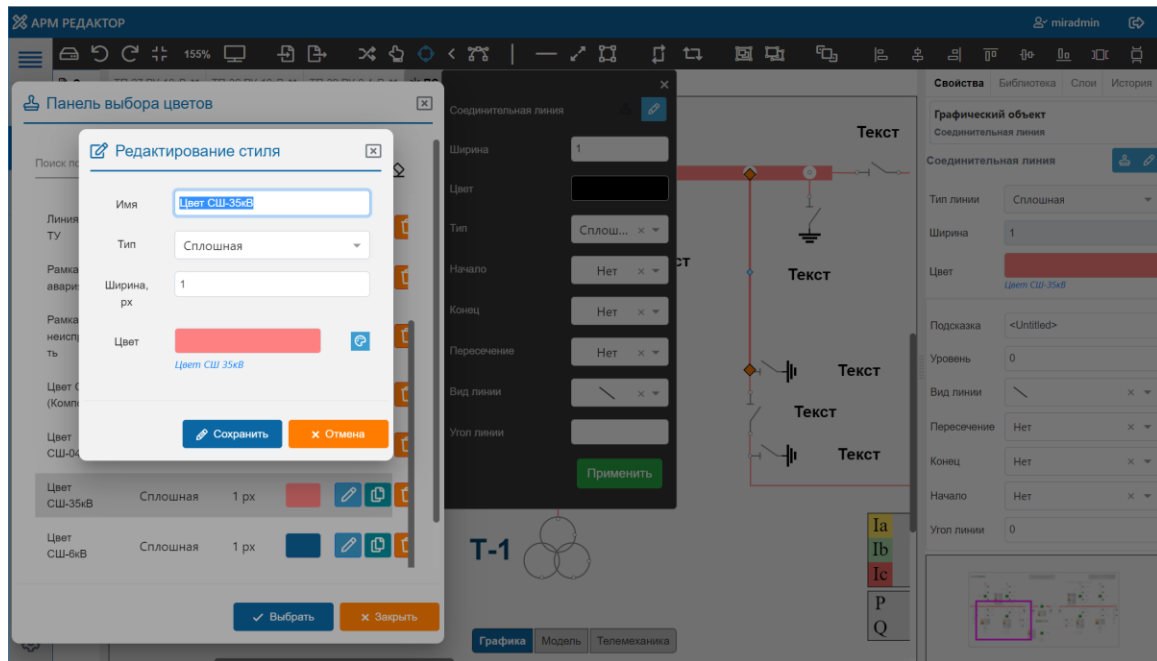

Рисунок 46
Примечание – При включении «Режима соединения» на мнемосхемах отображаются все порты (рисунок 46) для упрощения позиционирования соединительных линий.
- стиль отображения линии: из предустановленного стиля или установив необходимый цвет вручную (рисунок 46);